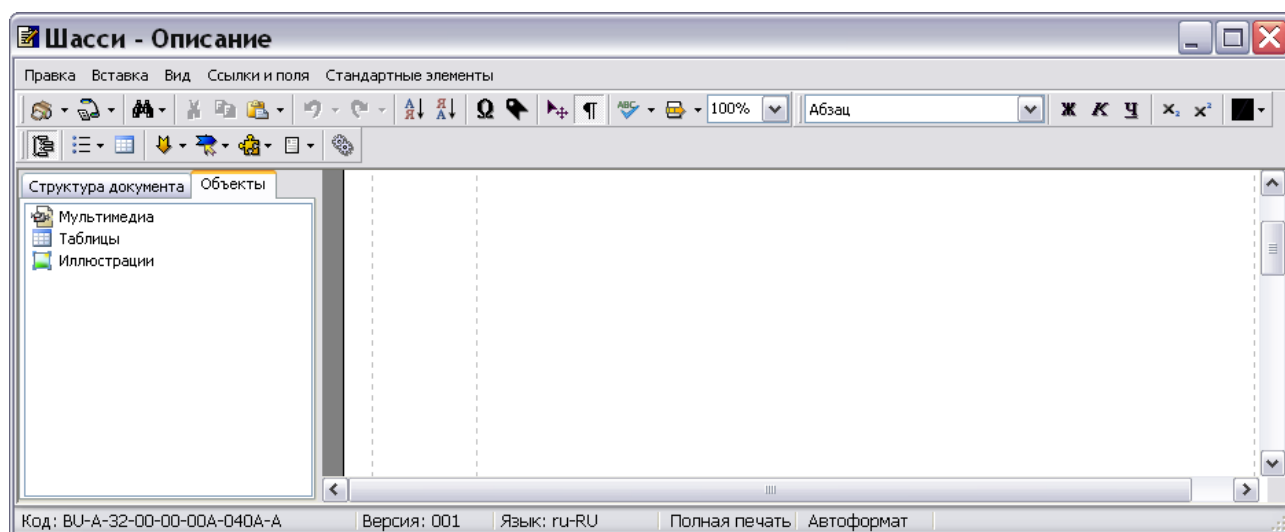

Рис. 5.12
2. Нажмите на кнопку  **Редактировать**. При этом появится окно редактора (Рис. 5.12).
Редактор имеет меню и 5 панелей инструментов. По умолчанию показаны 3 панели инструментов – **Стандартная**, **Формат**, **Объекты** (Рис. 5.12). Начало каждой панели инструментов отмечается вертикальной полоской.